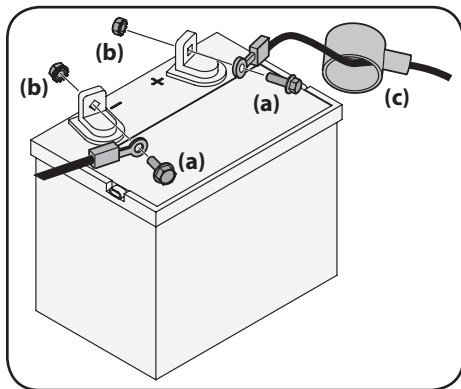

Figura 2-2
1. Retire la cubierta plástica, si está presente, del borne positivo de la batería y una el cable rojo al borne positivo de la batería (+) utilizando el perno (a) y la tuerca hexagonal (b). Consulte la Figura 2-2.
2. Retire la cubierta plástica, si está presente, del borne negativo de la batería y una el cable negro al borne negativo de la batería (-) utilizando el perno (a) y la tuerca hexagonal (b). Consulte la Figura 2-2.